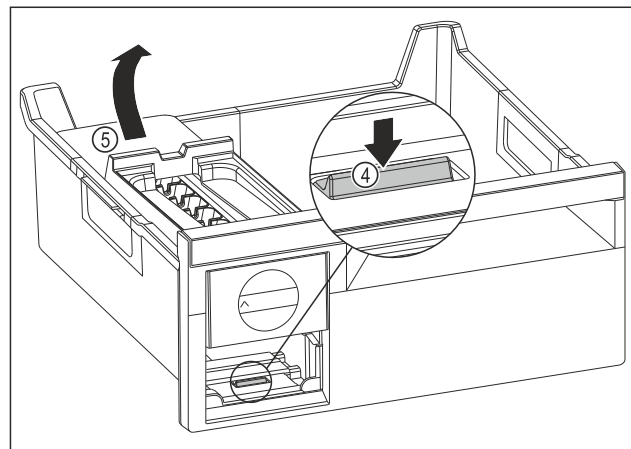

Fig. 165
- EasyTwist-Ice-Körper entnehmen: Lasche Fig. 165 (4) mit Finger nach unten drücken und gleichzeitig mit der anderen Hand den EasyTwist-Ice-Körper Fig. 165 (5) von hinten anheben.